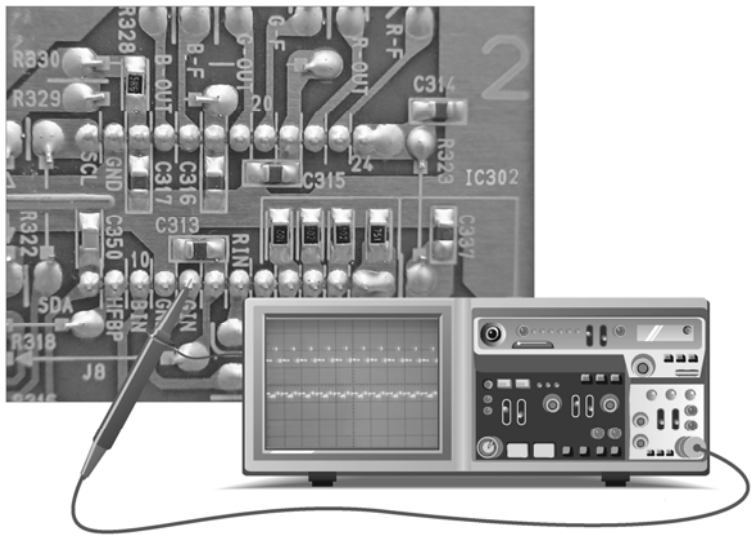

图 2-34 G 输入信号波形的检测
将示波器探头移动到集成电路的⑧脚上（引脚下有 GIN 标识），检测 G 信号的输入是否正常，具体操作及波形如图 2-34 所示。如果测得图 2-34 所示的信号波形，则说明 G 信号的输入是正常的。